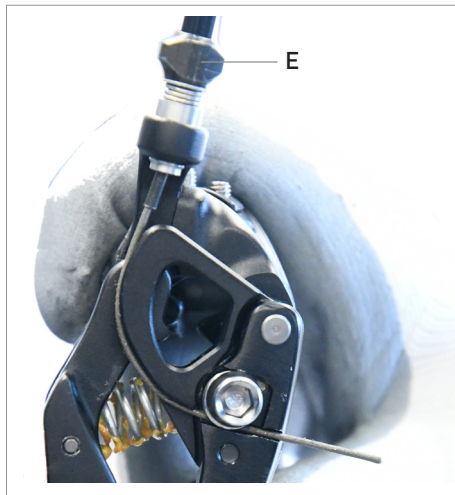

Abb.22
- Die Zugspannschraube (E - Abb. 22) so vorstellen, daß das oberste Schaltungsradchen mit der Mittelachse des 5° Ritzels eine perfekte Symmetrielinie bildet.
- Falls die Symmetrielinie "oberes Schaltungsradchen - Mittelachse des 5° Ritzels" nicht perfekt sein sollte, den Kabelspanner (E - Abb. 22) gegen den Uhrzeigersinn drehen, um die Schaltung nach innen zu verstellen. Den Kabelspanner hingegen im Uhrzeigersinn drehen, um die Schaltung nach außen zu verstellen.